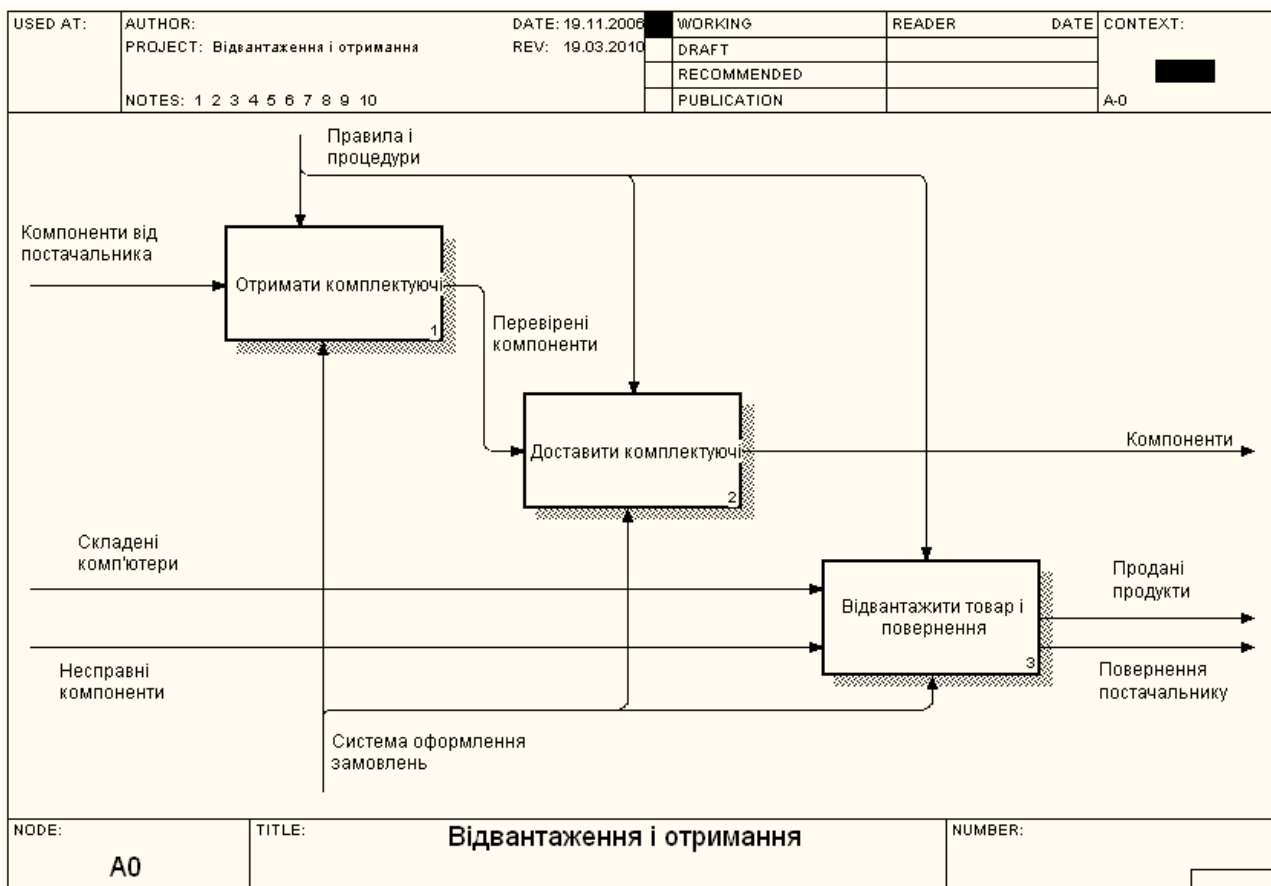
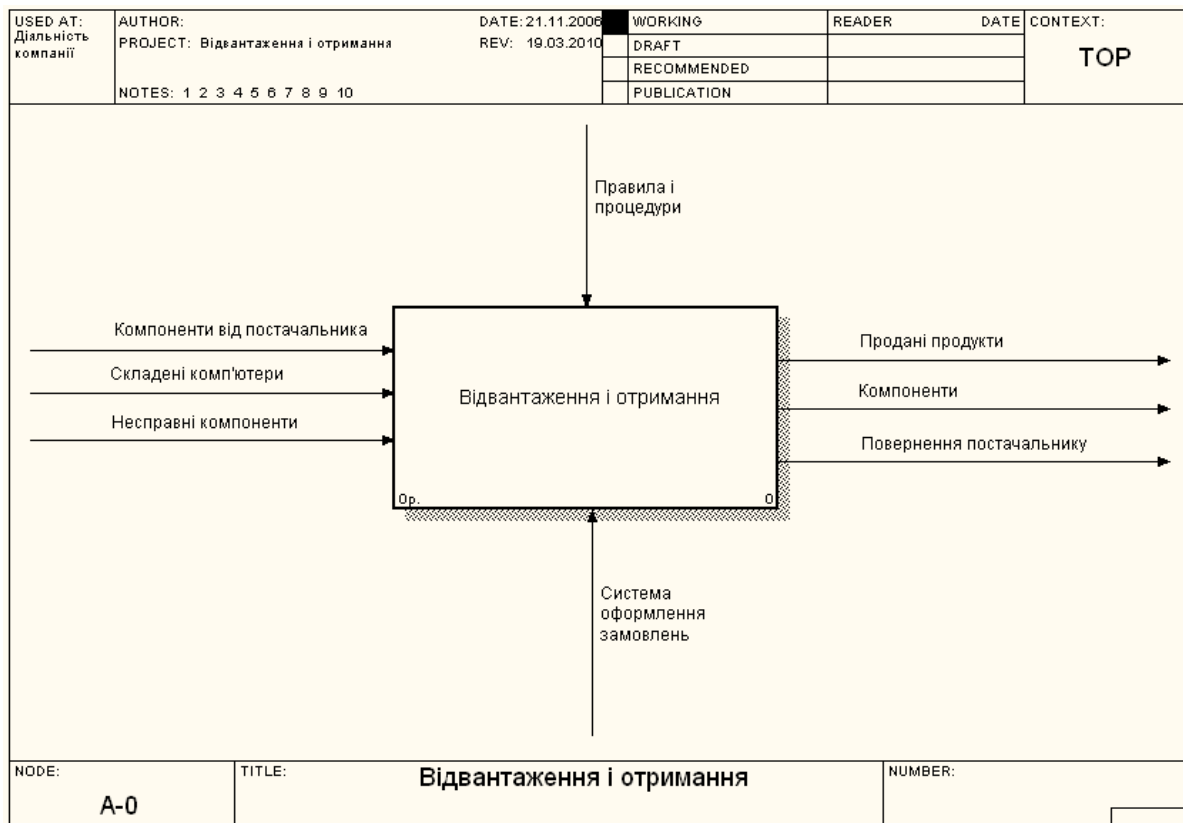

Рисунок 5.4 – Діаграма декомпозиції роботи «Відвантаження і отримання»
Рисунок 5.5 – Батьківська діаграма «Відвантаження і отримання»
7. Тунелюйте граничні стрілки (*Resolve Border Arrow*). Діаграма декомпозиції показана на рис. 5.4. Батьківська діаграма «Відвантаження і отримання» зображена на рис. 5.5.